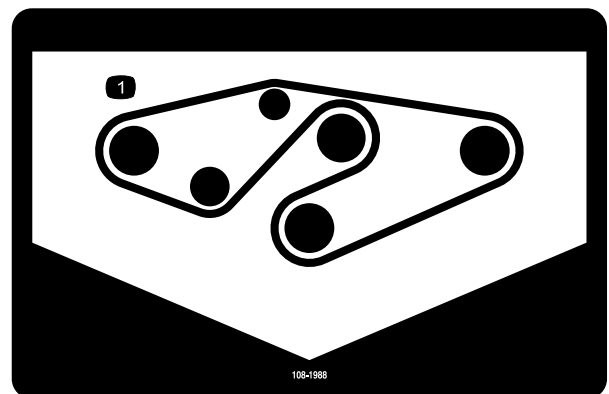

Figura 37
- Pase la correa nueva alrededor de las poleas de los ejes y del conjunto de la polea tensora, según se muestra en Figura 37.